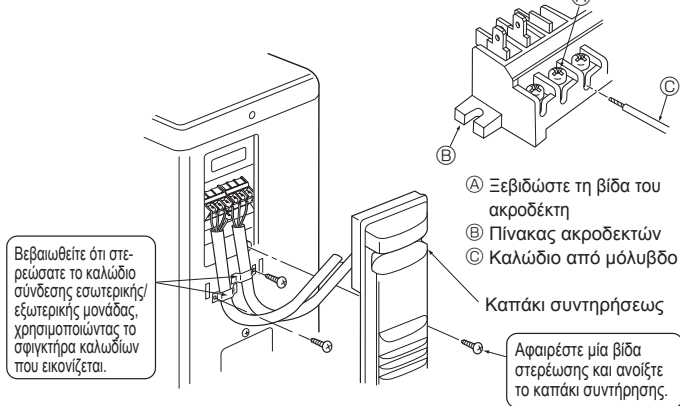
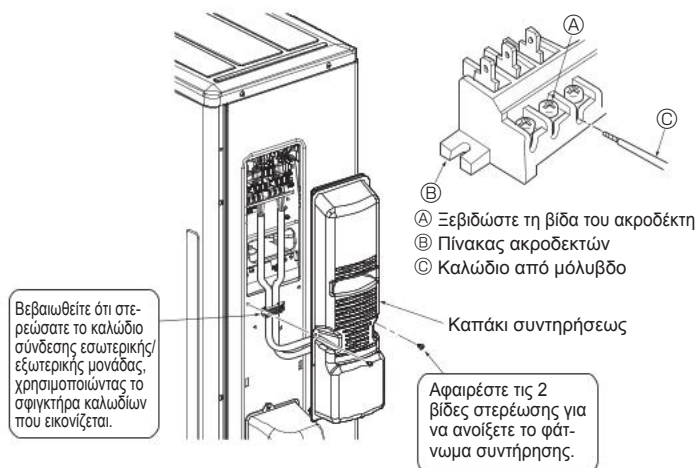

Fig. 6-3
Fig. 6-5
6.1. Εξωτερική μονάδα (Fig. 6-1, Fig. 6-2, Fig. 6-3, Fig. 6-4, Fig. 6-5)
- Συνδέστε τα καλώδια σύμφωνα με τις Fig. 6-1, Fig. 6-2, Fig. 6-3, Fig. 6-4 και Fig. 6-5.